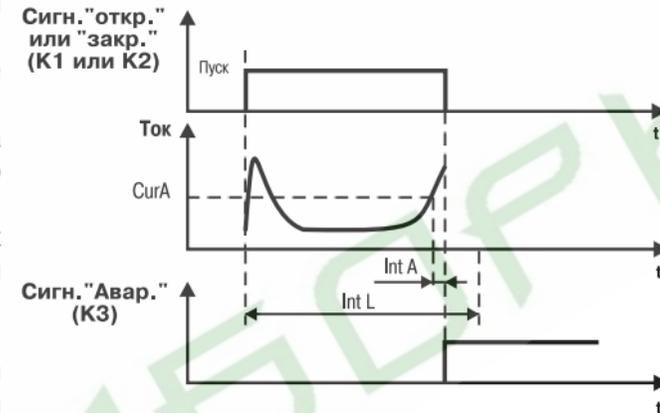

Рис. 8
- заклинивание вала электропривода произошло до достижения конечного положения – время хода, заданное в программируемом параметре \overline{IntL} , еще не истекло, а в течение времени, определяемом значением параметра \overline{IntR} , превышен ток защитного отключения (задается в параметре \overline{CurA}); БУ воспринимает эту ситуацию как аварийную и выдает соответствующий сигнал (рис. 8);